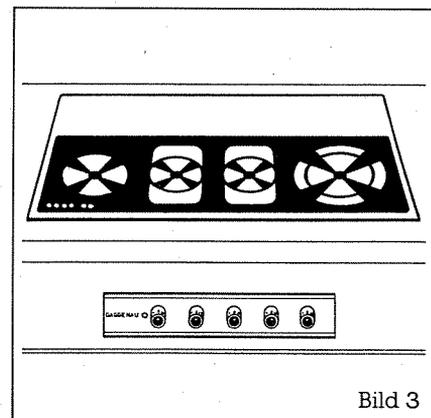

Bild 3
2. Das Schaltpult ist für den Einbau in die Frontblende des Unterschranks vorgesehen (Bild 3).